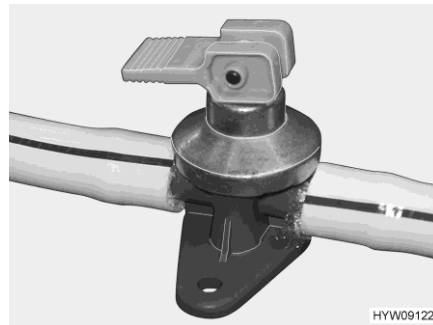
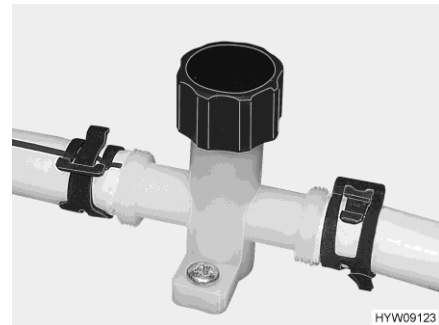

Bild 103 Ablasshahn (Boiler)
Bild 104 Ablasshahn (Wasserleitung)
- Alle Ablasshähne (Bild 103 bzw. Bild 104) öffnen. Einbauort siehe Abschnitt 10.2.2.